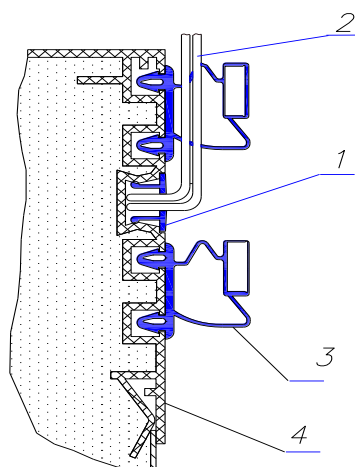
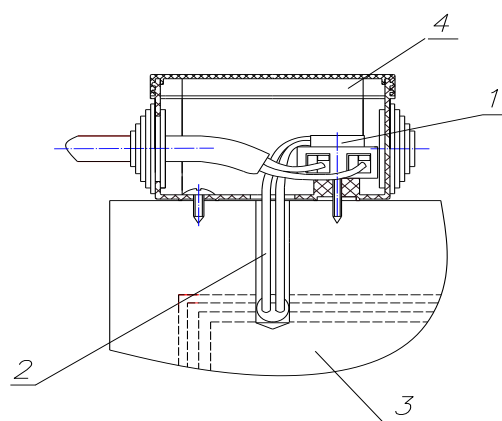
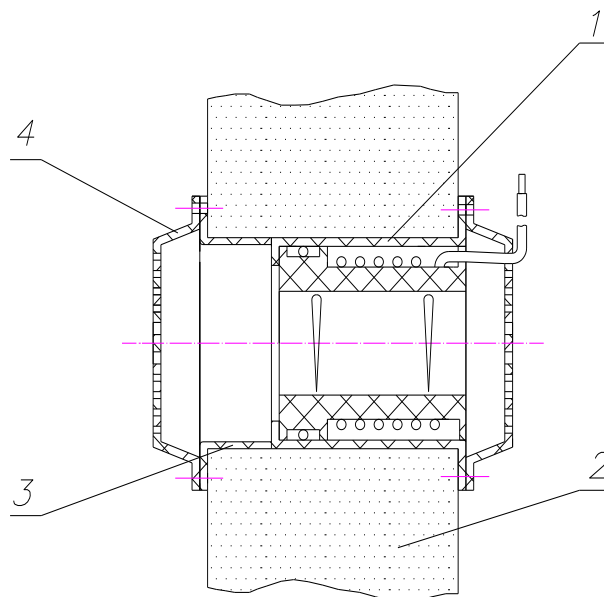

Рис.4. Установка ПЭНа двери.
Рис.5. Подключение ПЭНа двери.
Рис.6. Установка клапана компенсационного.
При монтаже камер типа КХН, с температурой внутреннего объема не выше минус 18°С необходимо установить ПЭН (провод электронагревательный) двери (рис.4, рис.5) и компенсационный клапан (рис.6), которые поставляются по дополнительному заказу.
- снять профиль поз.1 (рис.4), уложить ПЭН в паз профиля двери (поз.4), вывести провода через отверстия, выполненные в профиле поз.1 и мягкой вставке поз.3, и подсоединить к клеммнику коробки распределительной поз.4 (рис.5)
При установке компенсационного клапана в боковой панели просверлить отверстие $\varnothing$ 65 мм. Установку производить в соответствии с рис.6.